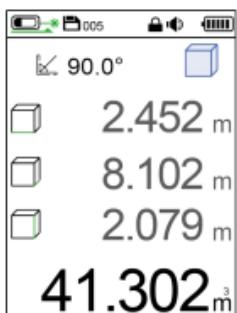

Abbildung 7 Erstes gemessenes Volumen
Schritt 1: Messen Sie das erste Volumen (siehe Volumenmessung), wie in Abbildung 7 dargestellt;